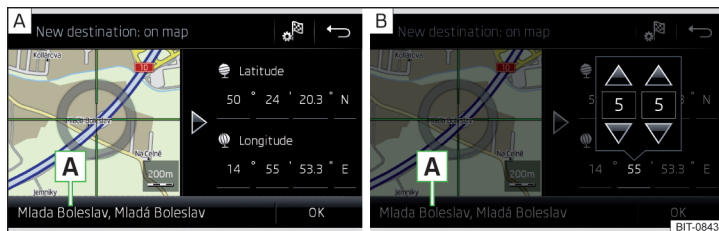

Fig. 219 Introducir destino: a través del punto del mapa / con ayuda de las coordenadas GPS
- Por el toque de la pantalla desplazar el destino deseado en la cruz reticular » fig. 219 - **A**.
- Pulsar y ajustar los valores de las coordenadas del GPS uno detrás del otro » fig. 219 - **B**.
Si hay información disponible sobre el punto introducido en los datos de navegación del Infotainment, esta se mostrará en vez de las coordenadas GPS (p. ej. dirección **A** » fig. 219).